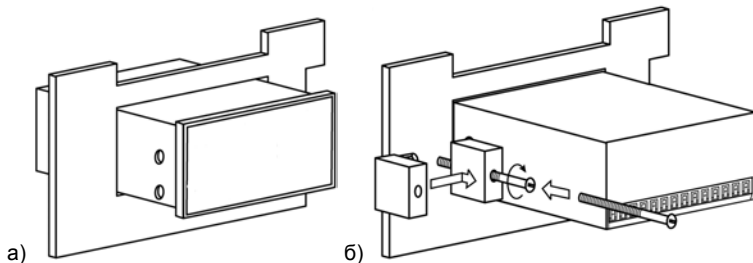

Рисунок 8.2 Монтаж прибора щитового исполнения
- 3) Вставить прибор в специально подготовленное отверстие на лицевой панели щита (см. Приложение А и рисунок 8.2, а).
- 4) Вставить фиксаторы из комплекта поставки в отверстия на боковых стенках прибора (рисунок 8.2, б).